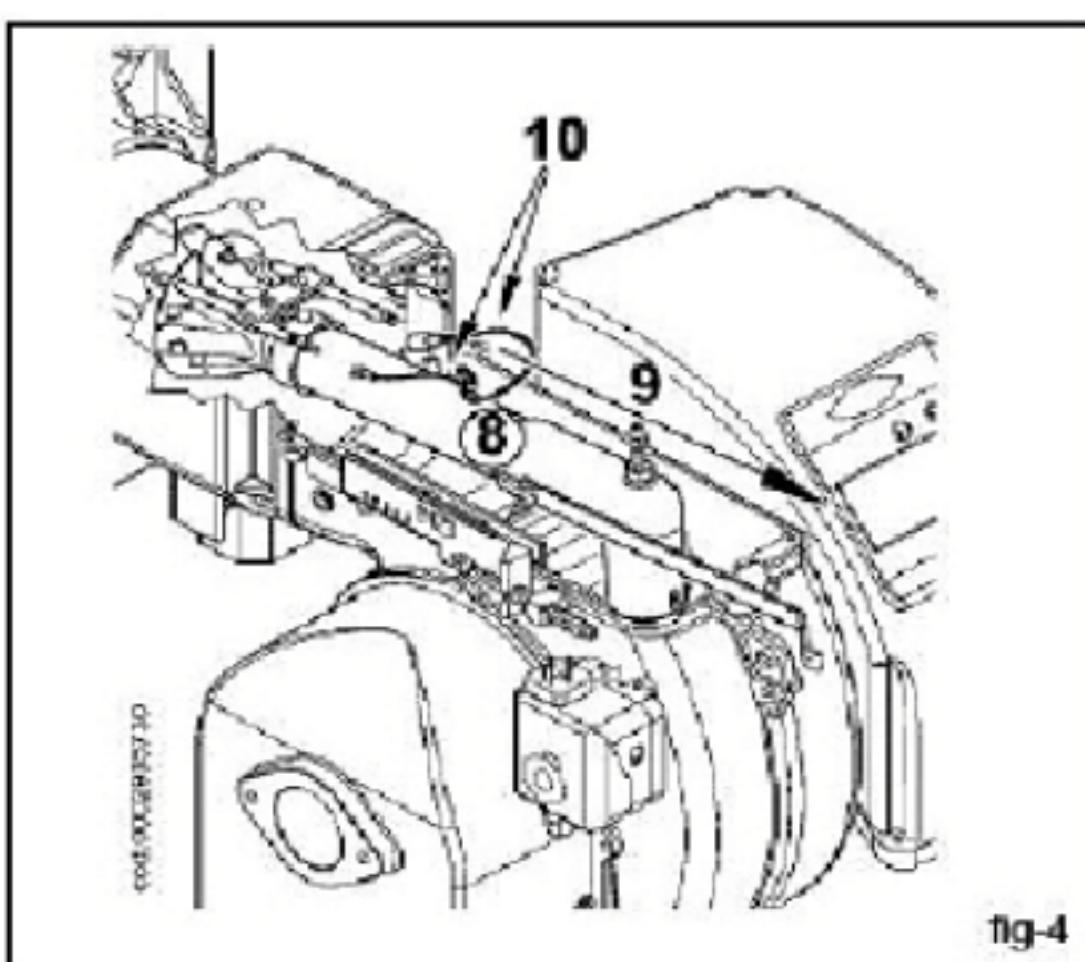

fig.4
- 4) 完全移开混合组件，朝着箭头9的方向把它拉出去，一直到拔出电离电极和点火电极10的接头。 (Fig. 4)